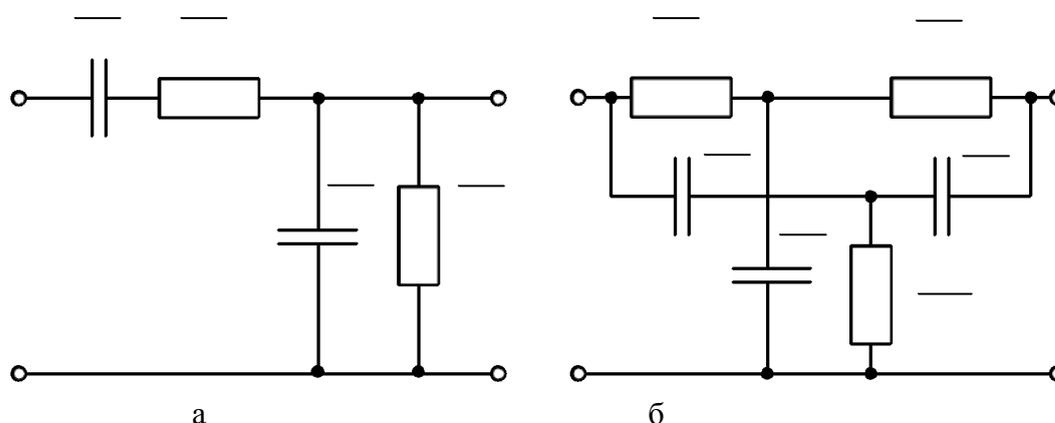

Рис. 1.4. Схемы полосно-пропускающего (а) и полосно-заграждающего (б) фильтров
6) Составить схему полосно-пропускающего фильтра (ППФ) (рис. 1.4, а). С помощью Бode-плоттера определить логарифмические амплитудно- и фазочастотные (ЛАЧХ и ЛФЧХ) характеристики цепи. По графику ЛАЧХ определить центральную частоту пропускания f_0 .
8) Составить схему полосно-заграждающего фильтра (ПЗФ) (рис. 1.4, б). С помощью Бode-плоттера определить логарифмические амплитудно- и фазочастотные (ЛАЧХ и ЛФЧХ) характеристики цепи. По графику ЛАЧХ определить центральную частоту подавления f_0 .